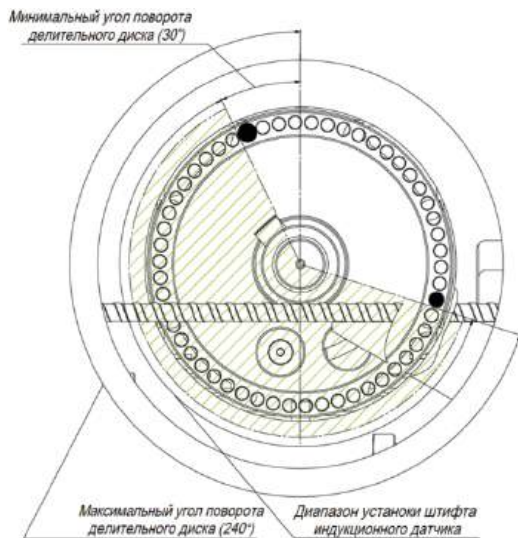

Рис. 6. Схема установки штифта индукционного датчика возврата
- вставьте штифт концевой выключателя в отверстие для штифта на поворотном диске, находящееся в указанном диапазоне (уголгиба арматуры варьируется от 30° до 240° (см. рис. 6)) во избежание травм и поломок станка;
- установите штифт индукционного датчика возврата в одно из отверстий на диске в допустимом диапазоне (см. рис. 6);
- как только штифт датчика возврата достигнет датчика возврата, что будет соответствовать требуемому углу изгиба, диск начнёт вращаться в обратном направлении, пока не займёт начальное положение. При необходимости корректировки угла переставьте штифт в указанном диапазоне (см. рис. 6);